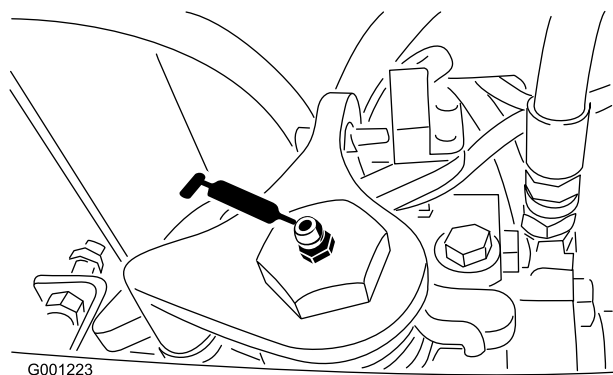

Figura 41
- Eje de punto muerto de la transmisión (Figura 41)